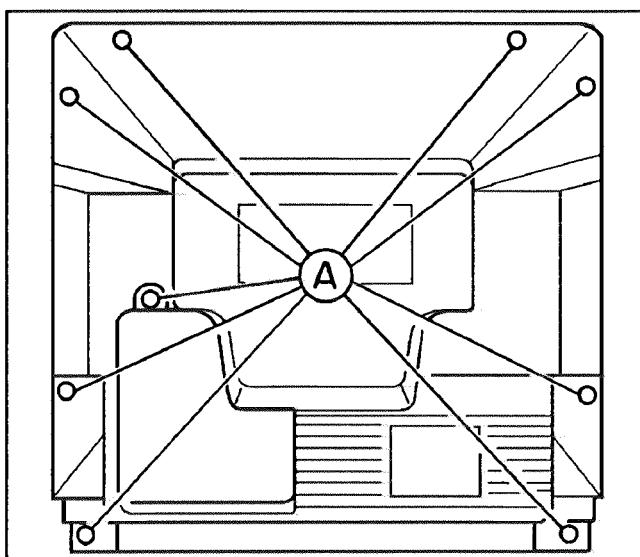

Fig.1 Rimozione del coperchio posteriore
1. Togliere il coperchio posteriore dopo aver rimosso le 9 viti da  $\odot$  come mostrato nella Fig.1.